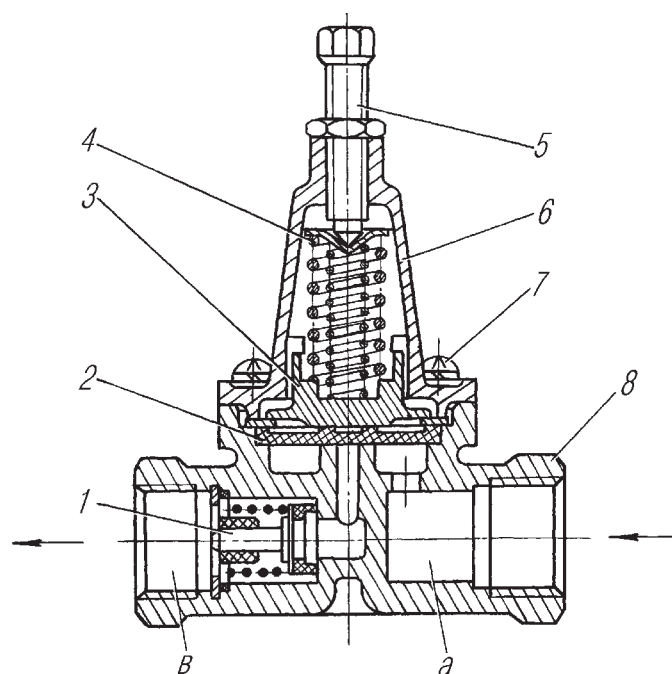

Рис. 69. Клапан защитный
**Одинарный защитный клапан** (рис. 69) предназначен для предохранения тормозной системы автомобиля от потери сжатого воздуха при питании контура тормозов прицепа. Клапан устанавливается в пневмосистему согласно стрелке, нанесенной на крышке б клапана и указывающей направление перепуска воздуха.